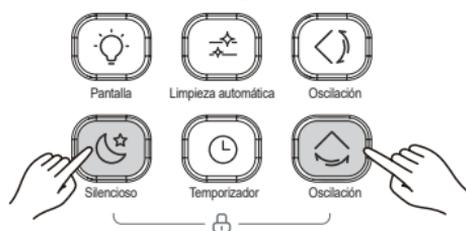

Figura 3.19
- 1) Pulse  y  al mismo tiempo para bloquear el botón (consulte la figura 3.19), y la pantalla mostrará el icono del bloqueo (candado).